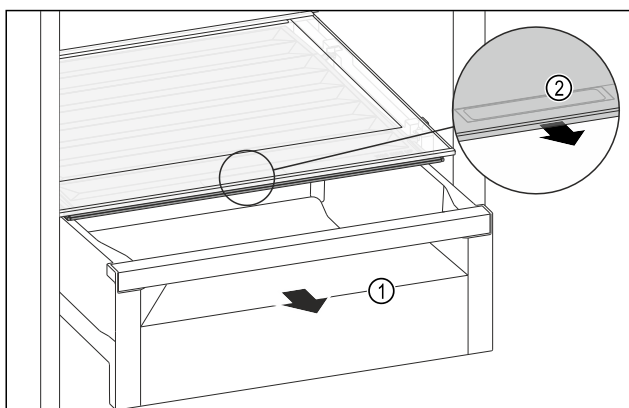

Fig. 137
- ▶ Zásuvku Fig. 137 (1) vytáhněte.
- ▶ Uchopte prohlubeň pro rukojeť Fig. 137 (2) na víku zásuvky a současně zatáhněte za víko zásuvky směrem dopředu.